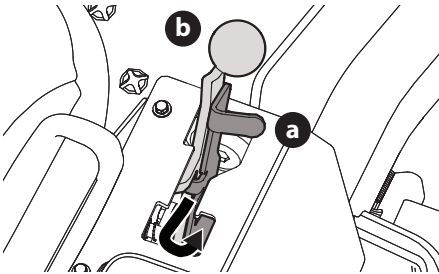

Fig. 1
1. Para conectar la derivación de la transmisión, tire de la palanca de derivación de la transmisión (a) situada a la derecha del asiento del operador (junto a la palanca del freno de estacionamiento (b)), hacia atrás y hacia la muesca situada en el lado derecho de la ranura (Fig. 1).